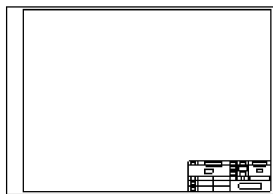

图 10-42 使用模板的工程图
(1) 选择菜单栏中的【文件】|【新建】选项，弹出【新建】对话框。
(2) 在【新建】对话框的【类型】选项组中单击【绘图】单选按钮，在【名称】文本框中输入“duangai”，取消【使用缺省模板】复选框的选中。
(3) 单击【确定】按钮，弹出【新建绘图】对话框，在【指定模板】选项组中单击【使用模板】单选按钮。
(4) 单击【模板】选项组的【浏览】按钮，弹出【打开】对话框，选择选择“……\例题\第10章\A3H.drw”，单击【打开】按钮。
(5) 单击【缺省模型】选项组中的【浏览】按钮，弹出【打开】对话框，选择选择“……\例题\第10章\duangai.prt”，单击【打开】按钮。
(6) 在【新建绘图】对话框中单击【确定】按钮进入工程图界面，如图10-42所示，其中标题栏如图10-43所示。